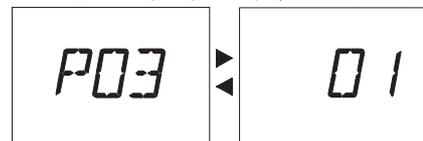

Рис. 28
- 2 На ЖК-дисплее параметр **P03** чередуется с **01** (Рис. 28).